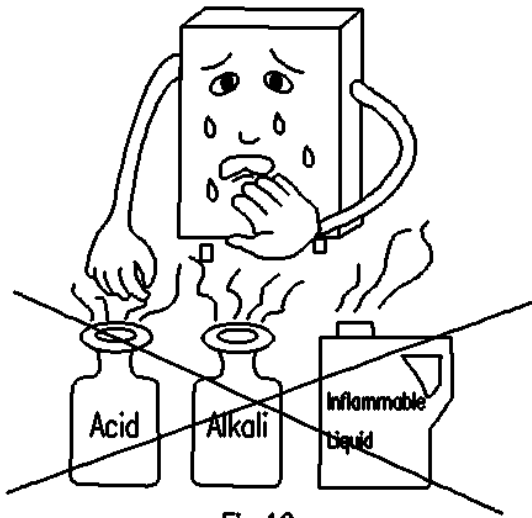
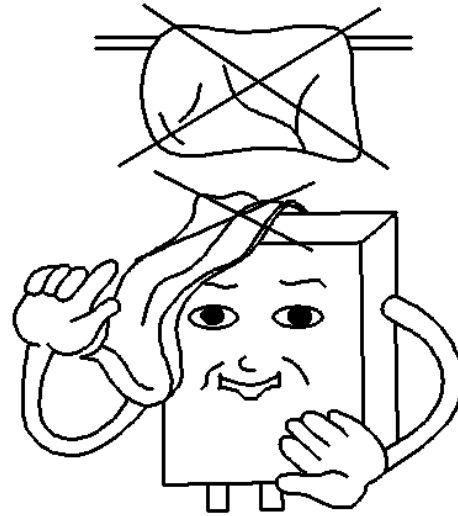

Fig.12
Fig.13
- Não coloque nenhum material, especialmente materiais inflamáveis, por baixo, perto ou por cima do produto (Fig. 12) (Fig.13) e não bloqueie a entrada de ar.